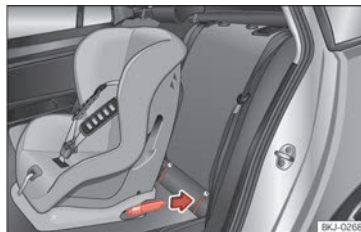

Abb. 37 Rücksitz: Einbau des Kindersitzes mit dem ISOFIX-System.
- Schieben Sie den Kindersitz auf die ISO-FIX/i-Size-Halteösen, bis er hörbar einrastet »» (Abb. 37). Wenn der Kindersitz über eine Top Tether-Verankerung verfügt, befestigen Sie ihn an der entsprechenden Öse »» S. 63. Befolgen Sie die Anweisungen des Kindersitzherstellers.